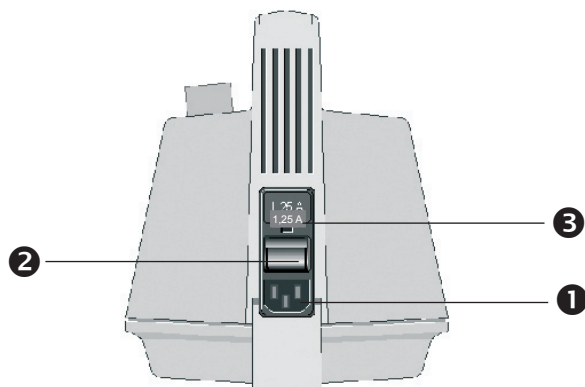

Bild 2. Rückseite ATMOS LC 16
- Stecken Sie das Netzkabel in die Netzanschlussbuchse (**1**, Bild 2) und verbinden Sie den Netzstecker mit der hausseitigen Netzanschlussdose.
- Mit dem Netzschalter (**2**, Bild 2) können Sie das Gerät in Betrieb nehmen.
### Sicherungswechsel (Bild 2)
- 2.) Ist der Bakterienfilterdeckel (Bild 2) feucht oder verschmutzt wurde das Gerät übersaugt und ist kontaminiert.